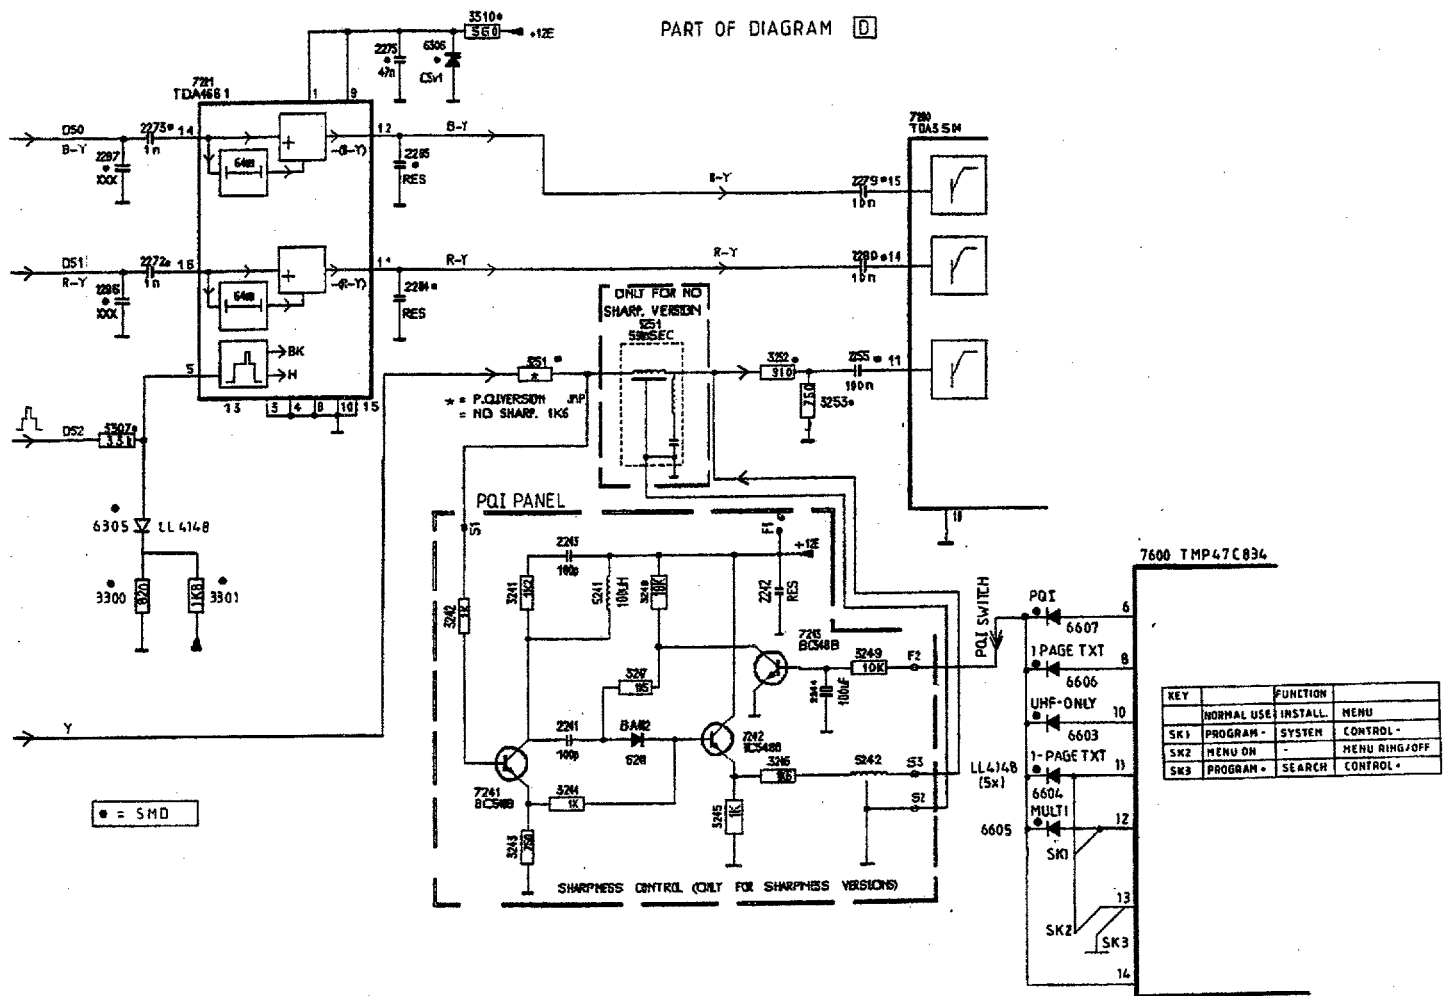

Fig. 2 Sharpness control & Delay line control
* Segnale sandcastle della riga di ritardo IC7221 (parte in alto a sinistra della Fig. 2)
* Controllo dell'aumento di nitidezza dell'immagine o circuito PQI (parte in basso della Fig. 2)
* **Riga di ritardo IC7221 TDA4661/V2 (nella parte in alto a sinistra della Fig. 2)**
* **Señal del impulso almena del IC7221 de la línea de retardo (arriba a la izquierda de la Fig. 2)**
* **El circuito del comando de amplificación de la nitidez de la imagen o circuito PQI (parte inferior de la Fig. 2)**
* **Línea de retardo IC7221 TDA4661/V2 (arriba a la izquierda de Fig. 2).**
Sharpness booster control (PQI) (Fig. 2) [D]
Sandcastle signal of the delay line IC7221 (Fig. 2) [D]